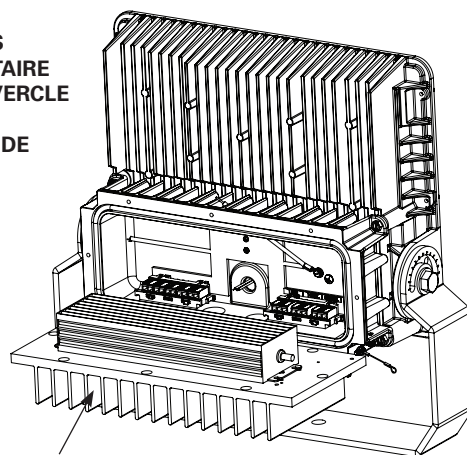

Figure 1
1. Ouvrir le panneau arrière/dissipateur thermique en desserrant neuf (9) vis en acier inoxydable de 10-24 x 0,75 po à l'aide d'une douille de 8 mm (5/16 po) ou d'un tournevis à tête plate (voir la figure 1). Le panneau du dissipateur thermique doit être ôté en soulevant l'un des coins de l'extrémité supérieure afin d'éviter les dommages au joint d'étanchéité.